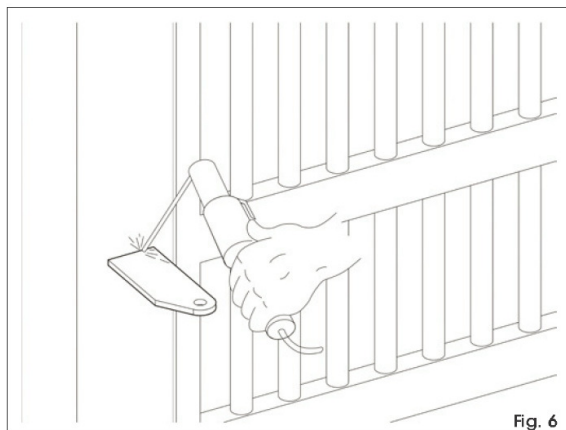

Fig. 6
1. Fixați brida în poziția determinată anterior. În cazul unui pilon din fier, sudați cu grijă brida direct pe pilon (Fig. 6). În cazul pilonului din zidărie, folosiți placa specială (opțional) pentru fixare și înșurubați sistemele de fixare adecvate. Apoi sudați cu grijă brida la pilon.